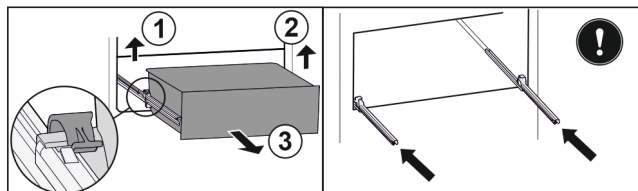

Fig. 173
- Soulever la bride gauche et tirer dans le même temps la partie gauche du tiroir vers l'avant. Fig. 173 (1)
- Soulever la bride droite et tirer dans le même temps la partie droite du tiroir vers l'avant. Fig. 173 (2)
- Retirer le tiroir par l'avant. Fig. 173 (3)